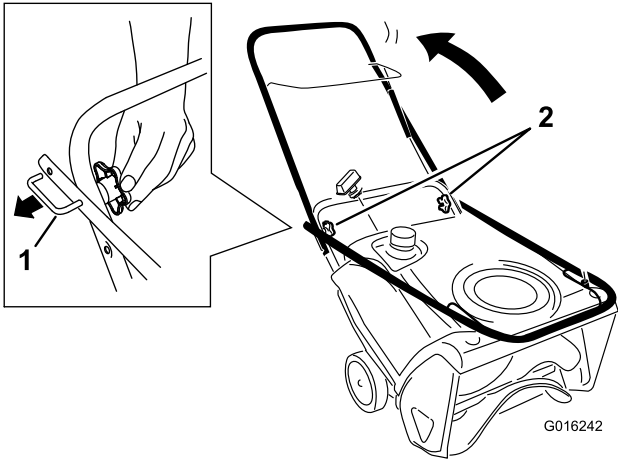

Figure 4
1. Desserrez les boutons du guidon, sortez les dispositifs de blocage en U jusqu'à ce que le guidon bouge librement, puis pivotez le guidon en position d'utilisation (Figure 4).